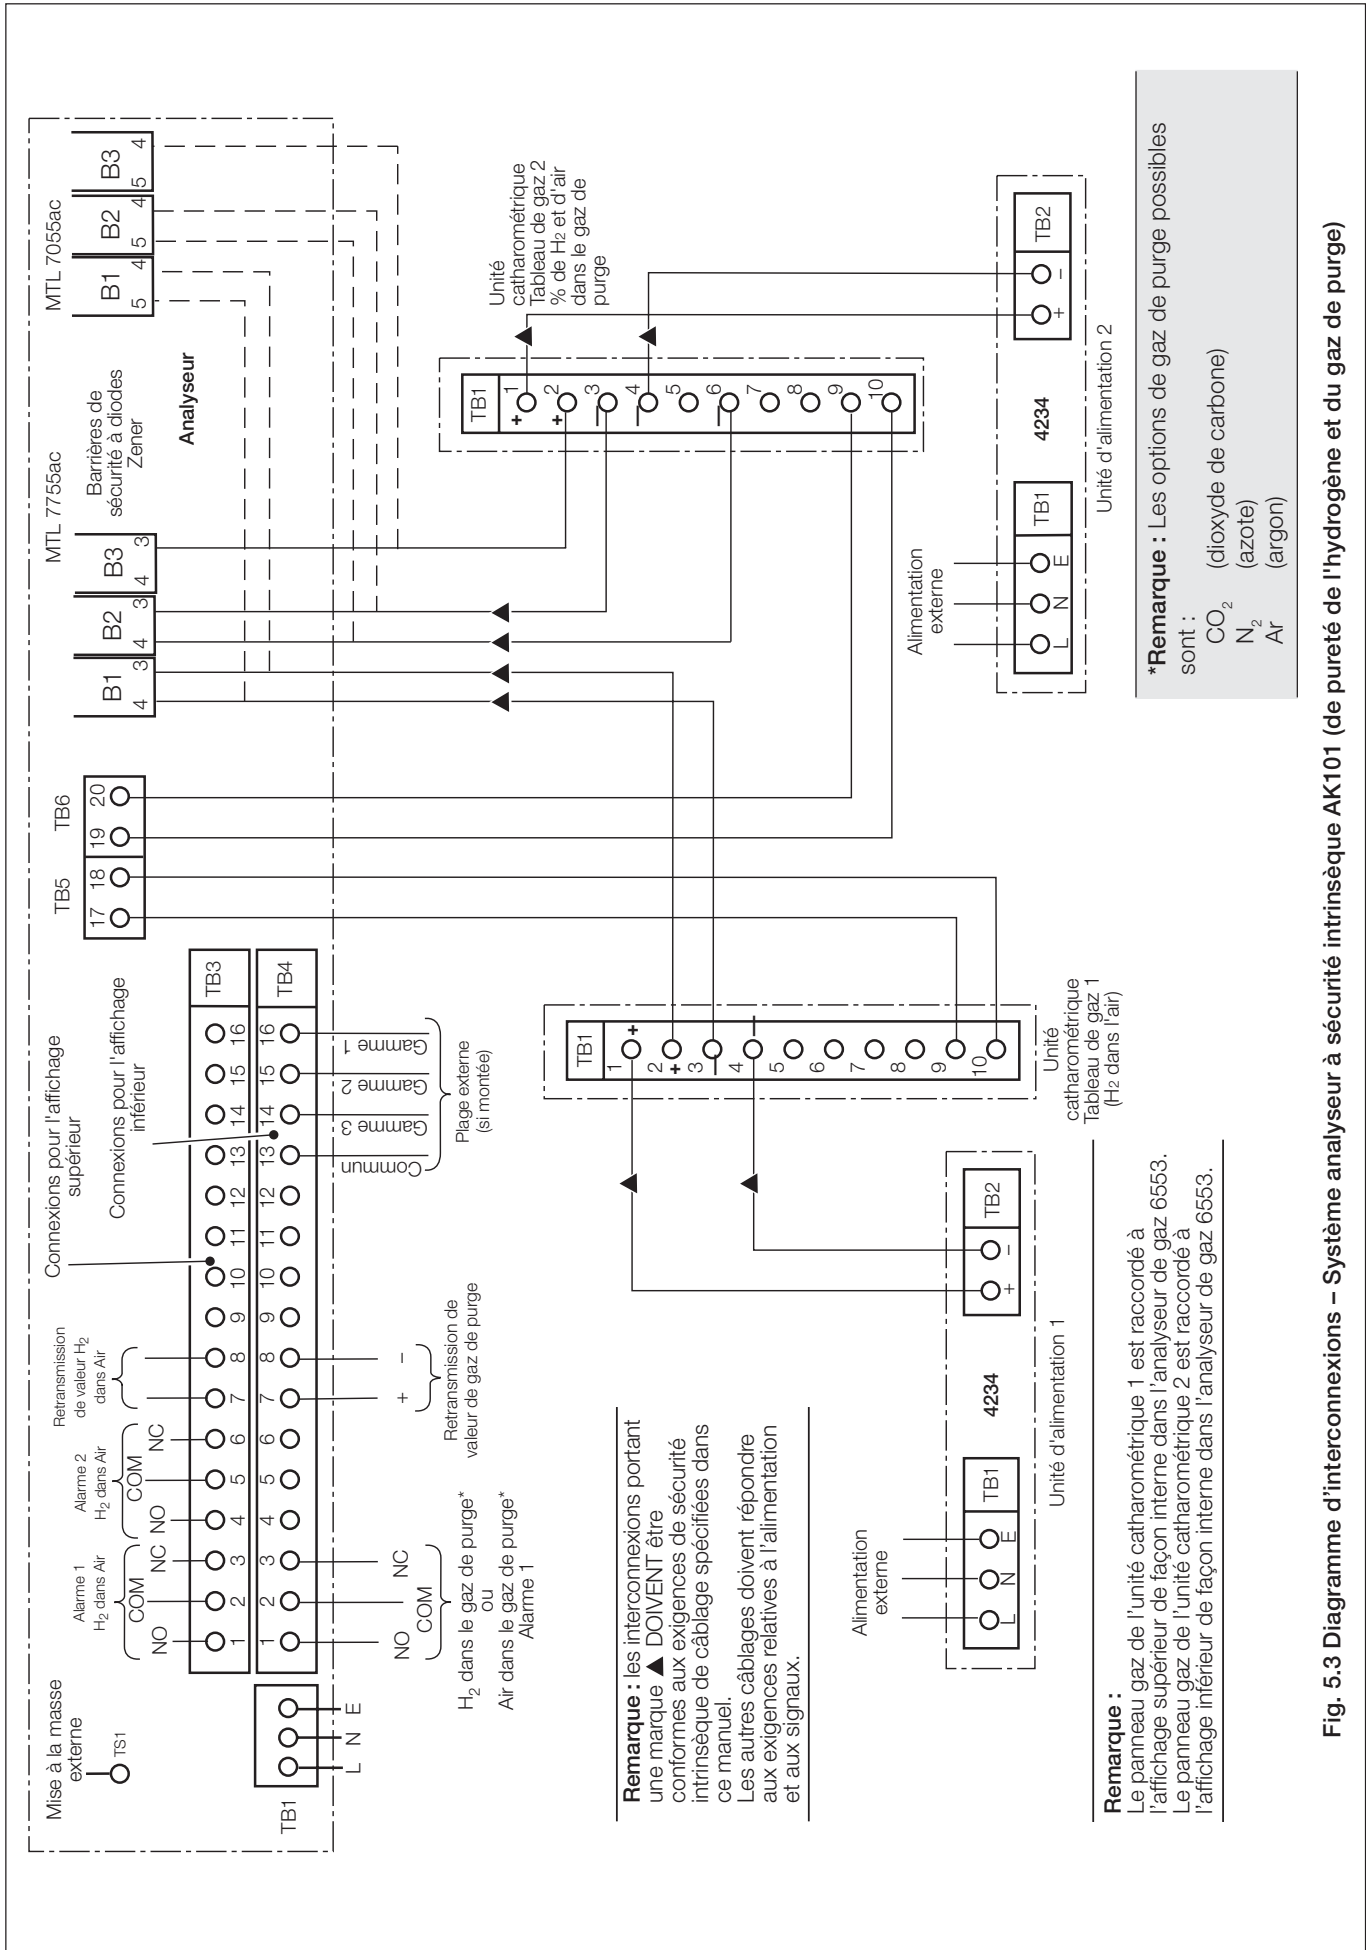

Fig. 5.3 Diagramme d'interconnexions – Système analyseur à sécurité intrinsèque AK101 (de pureté de l'hydrogène et du gaz de purge)
**Attention :** ne pas effectuer de connexions à des bornes en zone dangereuse (TB TB5 et TB6), autres que celles indiquées dans le schéma de connexions de la Fig. 5.3. Les exigences de câblage appropriées doivent être strictement observées.
Les sorties d'alarme et de signal sur les borniers TB3 et TB4 peuvent être reliées si nécessaire. La disponibilité des sorties de signal varie selon le système 6553 utilisé – voir Fig. 5.3 pour plus de détails.
Effectuez les connexions des câbles conformément au diagramme de connexions de la Fig. 5.3 et aux indications de la section 5.1.
Effectuez les connexions électriques à l'unité d'affichage conformément aux schémas de connexions des Fig. 5.3, 5.4 et 5.5 et aux indications de la section 5.2.
Les câbles reliant le catharomètre à l'unité d'affichage, transportant les signaux de sortie à travers les barrières Zener dans l'analyseur, sont soumis à un rapport d'inductance/résistance maximal de  $20 \mu\text{H}/\Omega$  (pour les gaz de groupe IIC). Ces câbles sont désignés par le symbole ▲ sur la Fig. 5.3.